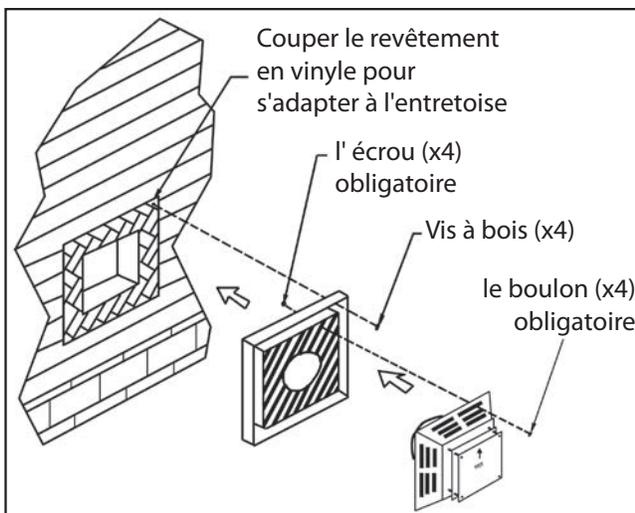

Figure 33: Installation Vent Cap avec revêtement de vinyle impasse.
- (a) Les quatre (4) vis à bois fournies doivent être remplacées par les fixations appropriées pour le stuc, la brique, le béton ou d'autres types de revêtement.
- (b) Pour les bâtiments avec revêtement en vinyle, une entretoise de revêtement en vinyle doit être installée entre le chapeau de ventilation et le mur extérieur (voir Figure 33). Fixez l'entretoise de parement en vinyle à la terminaison horizontale. L'entretoise du revêtement en vinyle empêche la chaleur excessive de faire éventuellement fondre le matériau du revêtement en vinyle. Notez que la terminaison de ventilation horizontale se boulonne sur la partie plate de l'entretoise du revêtement en vinyle (zone ombrée à la Figure 33), de sorte qu'un espace d'air existe entre le mur et la terminaison de ventilation.